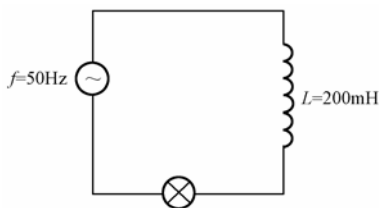

图 3-14 感抗计算例图
**举例：**在图 3-14 所示的电路中，交流信号的频率为 50Hz，电感器的电感量为 200mH，那么电感器对交流信号的感抗就为：